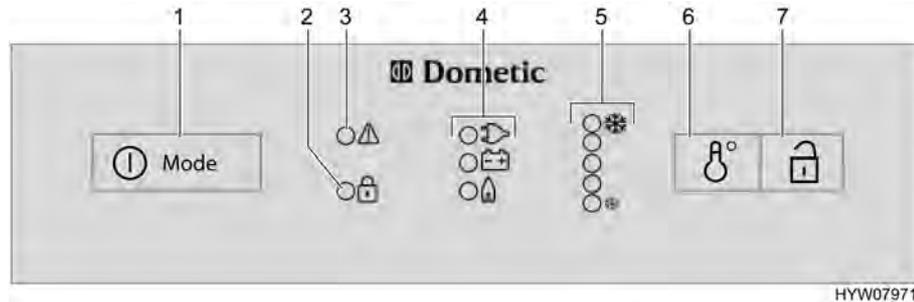

Fig. 143 Elementos de mando para el frigorífico (Dometic de la serie 8 con SMSE)
- Pulsar el conectador/selector de energía (Fig. 143,1) 2 segundos para conectar el aparato. Se ilumina el LED del último modo de funcionamiento seleccionado.
- Si fuera necesario, pulsar el conectador/selector de energía (Fig. 143,1) varias veces brevemente hasta que se ilumine el piloto gas "🔥". El suministro de gas está abierto. El encendido se realiza automáticamente. Se oye un sonido de tic-tac hasta que el proceso de encendido se haya llevado a cabo con éxito.
- Ajustar la temperatura de refrigeración con el conmutador para el ajuste de la temperatura (Fig. 143,6).
- Si fuera necesario, pulsar el conectador/selector de energía (Fig. 143,1) varias veces brevemente hasta que se ilumine el piloto 230 V "⚡".
- Pulsar el conector/selector de energía (Fig. 143,1) 2 segundos para conectar el aparato. Se ilumina el LED del último modo de funcionamiento seleccionado.
- Si fuera necesario, pulsar el conector/selector de energía (Fig. 143,1) varias veces brevemente hasta que se ilumine el piloto 12 V "12V".